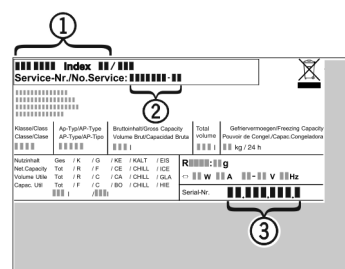

Fig. 15
- ▶ A készülék megnevezését *Fig. 15 (1)*, a szerviz- *Fig. 15 (2)* és sorozatszámot *Fig. 15 (3)* a típustábláról olvassa le. A típustábla a készülék belsejében baloldalon található.
- ▶ Érttesítse a vevőszolgálatot a hibáról, és adja meg nekik a készülék megnevezését *Fig. 15 (1)*, a szerviz- *Fig. 15 (2)* és a sorozatszámot *Fig. 15 (3)*.